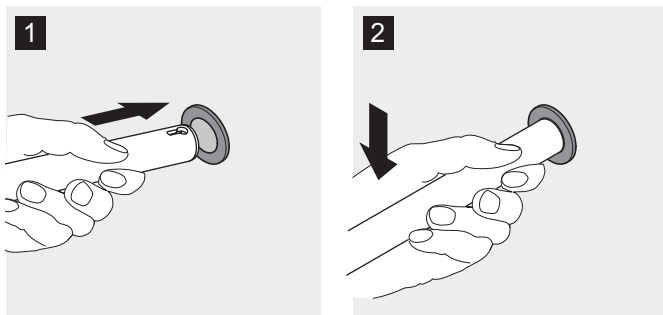

Fig. 14: Warenträger einsetzen
1. Den Warenträger leicht nach oben geneigt bis zum Anschlag in das Loch der Steckhülse einführen (Fig. 14/1), und absenken (Fig. 14/2).